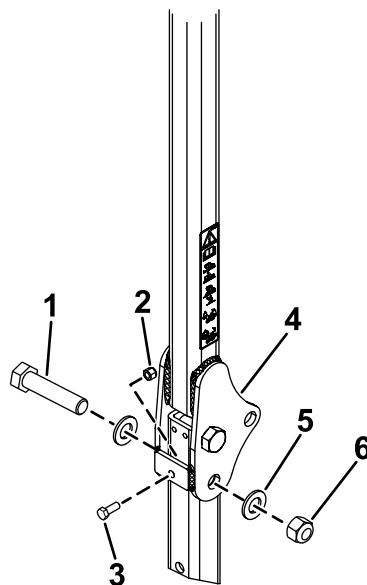

Bild 24
3. Legen Sie eine Scheibe (13/16" x 1 1/2") auf jede Schraube (3/4" x 4"), wie in Bild 24 abgebildet.
4. Setzen Sie die Schrauben und Scheiben in die Löcher ein, aus denen Sie die Stifte entfernt haben (Bild 24).
wie in Bild 24 abgebildet. Ziehen Sie die Muttern auf ein Drehmoment von 323 bis 396 N·m an.
6. Setzen Sie eine Schraube ($\frac{3}{8}$ "-16 x 1" oder $1\frac{1}{4}$ ") mit einer Klemmmutter (Schrauben und Klemmmuttern nicht im Lieferumfang enthalten) in die Gewindeplatte auf jeder Seite des unteren Teils des Überrollbügels im Scharnierbereich ein (Bild 24). Ziehen Sie die Schraube an, bis sie fest am oberen Überrollbügelrohr anliegt, und ziehen Sie die Klemmmutter fest.
7. Ziehen Sie die Drehschraube am Überrollschatz (Bild 24) auf ein Anzugsmoment von 91 bis 113 N·m an, damit der Überrollbügel und das Sonnendach nicht springen.